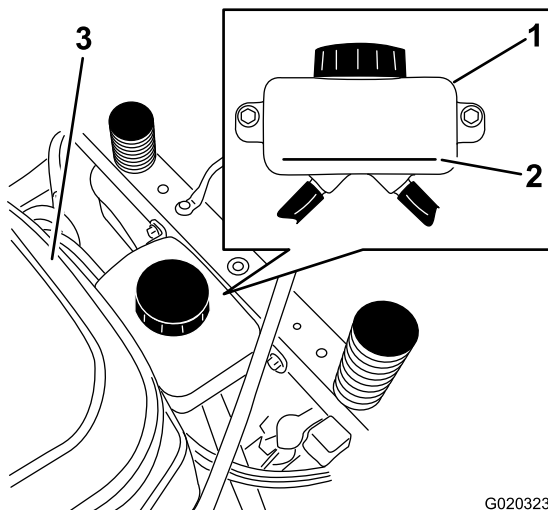
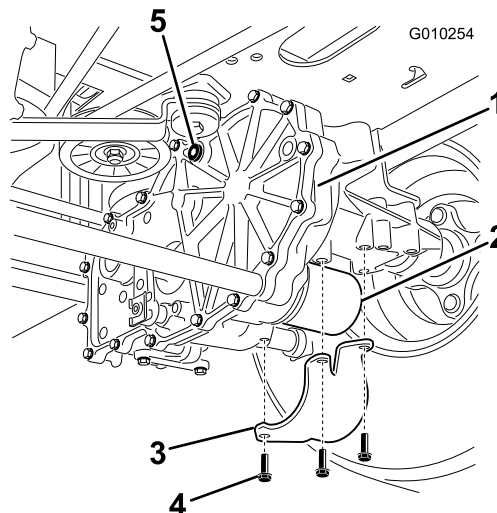

Figura 46
Figura 47
3. Localice el filtro y los protectores de cada sistema de tracción del transeje (Figura 47).
4. Retire los tres tornillos que sujetan el protector del filtro, y retire el protector (Figura 47).
- A. Compruebe que los tapones de ventilación y el tapón del depósito han sido retirados antes de añadir el aceite (Figura 46 y Figura 47).
- B. Vierta lentamente aceite del tipo especificado en el depósito de expansión hasta que salga aceite de **uno** de los orificios de ventilación (Figura 47), y deje de verter aceite.
- C. Instale el tapón en ese orificio (Figura 47).
- D. Siga añadiendo aceite a través del depósito de expansión hasta que el aceite salga del otro orificio de ventilación de la segunda transmisión, y deje de verter (Figura 47).
- E. Instale el tapón en ese orificio (Figura 47).
7. Siga añadiendo aceite a través del depósito de expansión hasta que llegue a la línea FULL COLD del depósito de expansión, y instale el tapón del depósito (Figura 46).
6. Pare el motor y verifique el nivel de aceite del depósito de expansión. Añada aceite del tipo especificado hasta que llegue a la línea FULL COLD del depósito de expansión (Figura 46).
8. Verifique una vez más el nivel de aceite del depósito de expansión. Si es necesario, añada aceite del tipo especificado hasta que llegue a la línea FULL COLD del depósito de expansión (Figura 46).